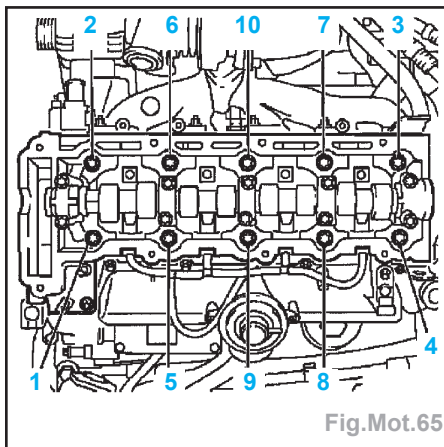

Fig.Mot.65
- Dévisser les 10 vis de culasse dans l'ordre représenté sur la figure, d'abord d'un quart de tour, puis d'un demi-tour (Fig.Mot.65).